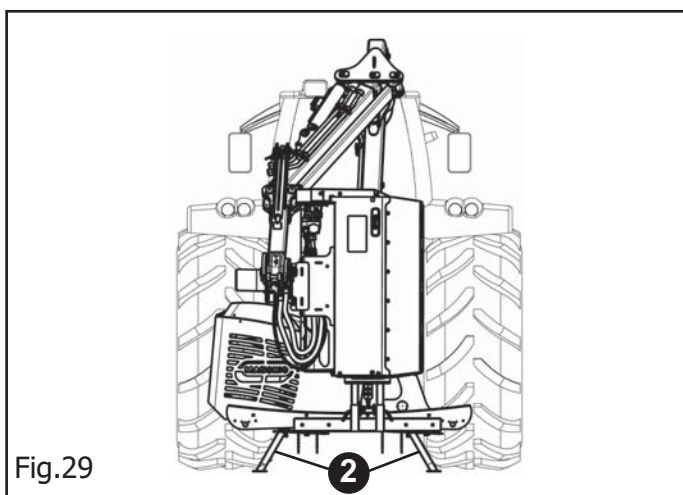

Fig.29
- 3) Abbassare e bloccare i piedi d'appoggio (2 Fig.29) della macchina;